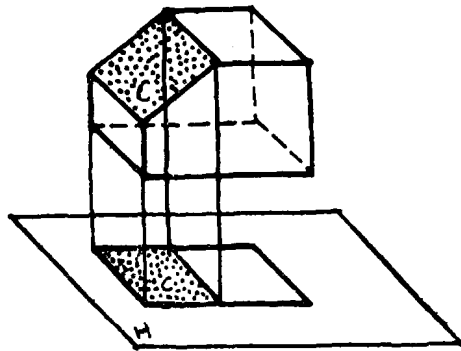

图 1.1.7 平面投影的收缩性
(3) 收缩性 当物体上的平面（或直线），与投影面倾斜时，它的投影缩小（或缩短）并产生变形，这种投影特性叫做收缩性（图 1.1.7）。